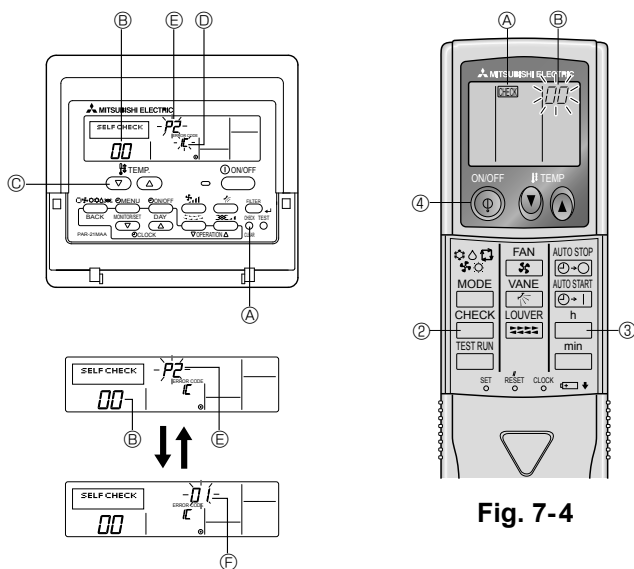

Fig. 7-3
7.3.1. Voor de afstandsbediening met draad (Fig. 7-3)